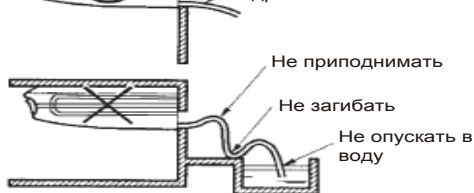

Рис. 11
- (1) Отвод дренажной трубы может быть установлен как справа сзади, так и справа с боку.
- (2) Диаметр дренажной трубы должен быть равным или больше диаметра соединительного патрубка (виниловая трубка, размер трубы: 20 мм; внешний размер: 26 мм).
- (3) Прокладывайте дренажную трубу по кратчайшему пути с понижением, избегая петель, с уклоном от 1/100, с целью предотвращения образования воздушных пузырей (Рис. 11).